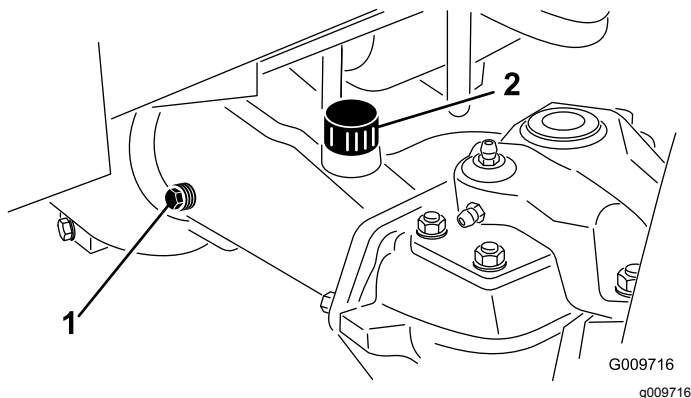

Figura 45
- Retire un tapón de verificación de un extremo del eje (Figura 45) y asegúrese de que el lubricante llega al borde inferior del orificio. Si el nivel es bajo, retire el tapón de llenado (Figura 45) y añada suficiente lubricante para que el nivel llegue al borde inferior de los orificios de los tapones de verificación.